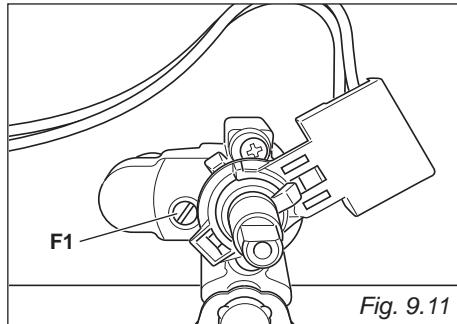

Fig. 9.11
- En vous servant d'un tournevis fin, tournez la vis "F1" jusqu'à ce que le réglage soit correct (fig. 9.11).